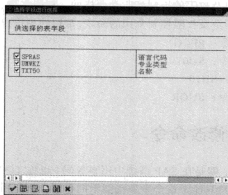

图 4-54 选择表筛选条件
STEP 6 对图 4-53 中的选择项，用户可以自定义。操作方法是选择菜单栏中的“设置”|“选择字段”选项，弹出如图 4-54 所示的对话框，对于要作为筛选条件的字段，在字段前打上勾即可。